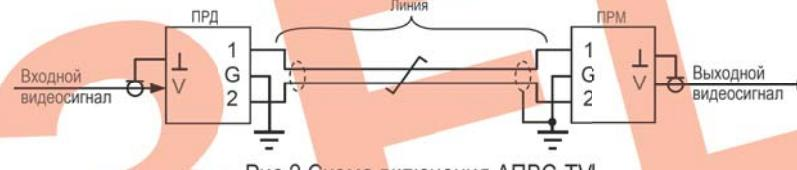

Рис.2 Схема включения АПВС-TVI
4. Включение АПВС-TVI показано на рис.2, 3, 4, 5.